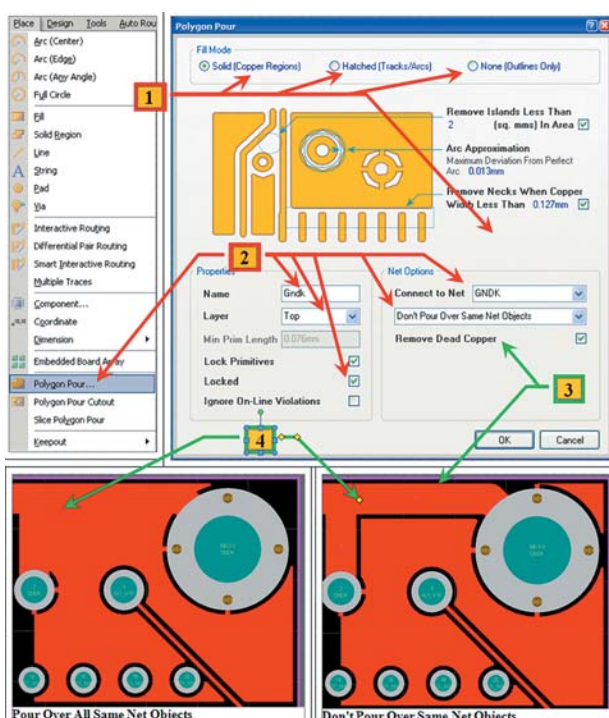

Рис. 45. Пример и вид настройки полигонов
- При создании полигона можно выбрать различные способы его заливки, в частности (рис. 45, ссылка 1):
На рис. 45 представлен процесс создания полигона со сплошной заливкой на одном из слоев. На слое **Top** с помощью команды **Place/Polygon Pour** расположим прямоугольный полигон нужной ширины вдоль одной из сторон печатной платы. На рис. 45 (выноски 2) показаны настройки параметров полигона для слоя **Top**, где:
- **Pour Over All Same Net Objects** — закрытие полигоном элементов топологии (кроме PAD), в нашем случае принадлежащих **Gndk** (рис. 45, ссылка 3);
- **Don't Pour Over Same Net Objects** — все элементы топологии, кроме (в нашем случае) PAD, принадлежащих **Gndk** (рис. 45, ссылка 4, с указанием отличий от предыдущего варианта).